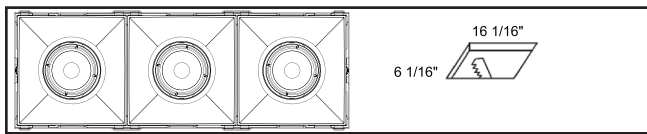

Figure 1.7.
- 3 lumières : 16 1/16 X 6 1/16 po (figure 1.7)